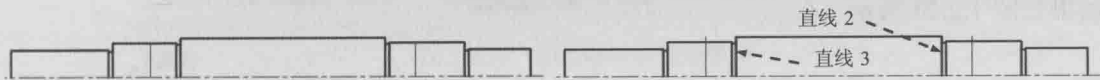

图 1.2.5 创建两条细实线
Step4. 创建图 1.2.5 所示的两条细实线。
(2) 将步骤 (1) 中偏移的直线转移至“细实线层”。
(3) 修剪图形。选择下拉菜单 **修改(M)** → **修剪(T)** 命令并按 Enter 键, 单击细实线中要剪掉的部分, 按 Enter 键结束此命令, 结果如图 1.2.5 所示。